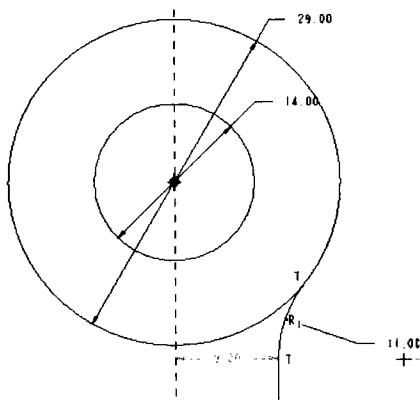

图 1-22 绘制圆角
(8) 单击 按钮并选择直径为 29 的圆和直线为参照, 绘制如图 1-22 所示的圆角, 圆角半径改为 11。